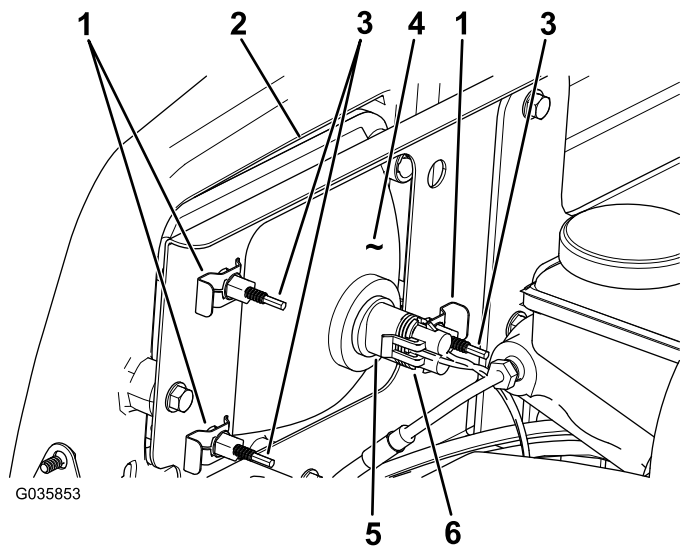

Figure 45
- Débranchez le connecteur électrique de faisceau du connecteur du phare (Figure 45).
- Déposez les clips rapides qui fixent le phare à son support (Figure 45).
- Sortez le phare en le déplaçant vers l'avant à travers l'ouverture dans le pare-chocs avant (Figure 45).
- Montez le phare neuf par l'ouverture dans le pare-chocs (Figure 45).
- Branchez le connecteur électrique de faisceau sur le connecteur de l'ampoule (Figure 45).
- Au dos du phare, tournez les vis de réglage (Figure 45) pour orienter le phare et aligner la position de son faisceau.